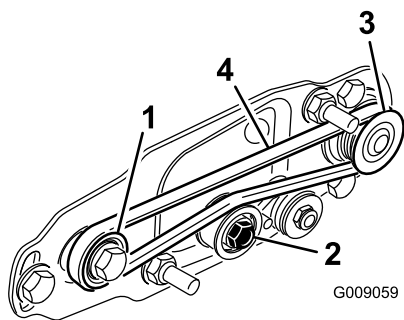

Figura 41
- Coloque la correa alrededor de la polea **arrastrada** y luego por encima de la polea tensora (Figura 41).
- Empiece a colocar la correa en la polea **motriz** (Figura 41).